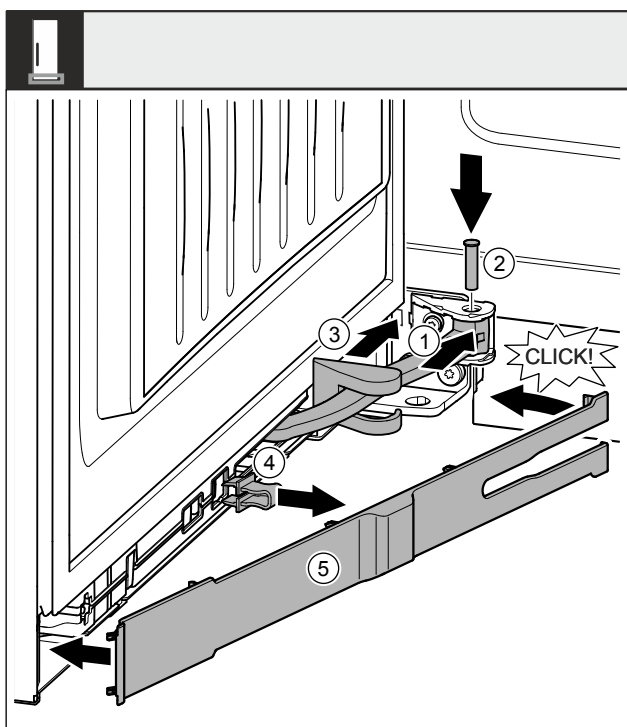

Fig. 54
- ▶ Tourner la jointure Fig. 54 (1) dans la fixation.
- ▶ Insérer l'axe Fig. 54 (2) dans la fixation et la jointure avec un tournevis. Veiller à ce que l'ergot soit bien en place dans la rainure.
- ▶ Faire glisser le cache du support de palier Fig. 54 (3) le long de la jointure et le monter au-dessus de la fixation.
- ▶ Retirer la fixation Fig. 54 (4).
- ▶ Placer le cache Fig. 54 (5) côté poignée et le faire basculer vers l'intérieur.